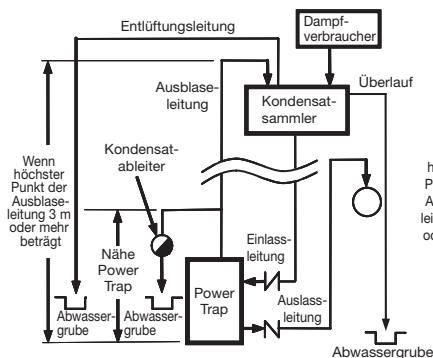

Abb. 1: Offene Systeme
(4) Ausblaseleitung:
- (a) **Nur bei offenen Systemen:** Ausblaseleitung an einen Freischwimmer-Kondensatableiter anschließen, dessen Kondensatzuleitung direkt über dem Auslass am Gehäuse abzweigt (Abb. 1).